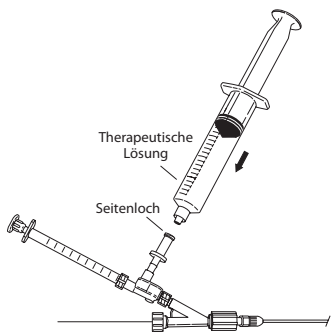

Abb. 7
9. Um mit der gewünschten Verabreichung der therapeutischen Lösung zu beginnen, die 20-mL-Spritze mit der heparinisierten Kochsalzlösung entfernen, jedoch einen Meniskus der Lösung am Seitenloch-Anschluss lassen. Vor dem Anschließen einer weiteren, mit Flüssigkeit gefüllten Spritze an das Seitenloch sicherstellen, dass alle Luftblasen entfernt wurden. Mit einer mit therapeutischer Lösung gefüllten Spritze wieder anschließen. (Abb. 7)